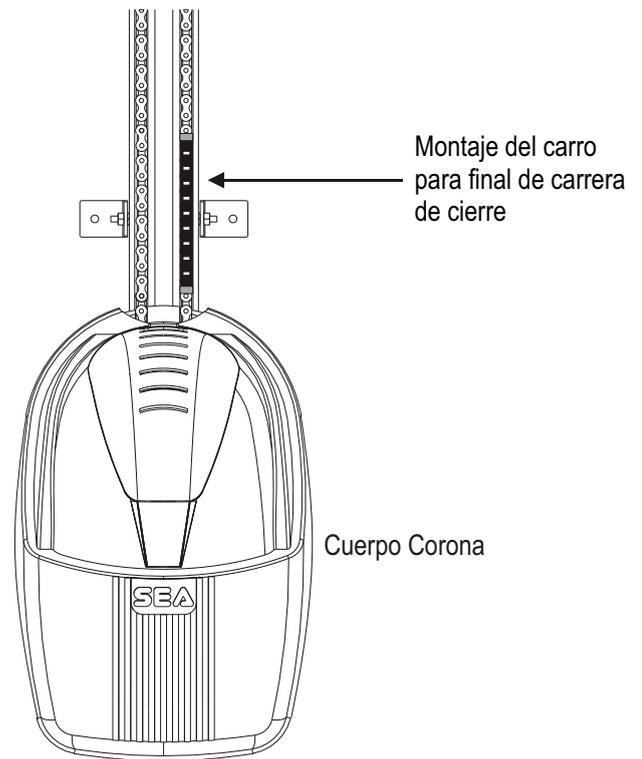

Fig. 21b
- Fije el carro de final de carrera (Fig. 20) lo más cerca posible del cuerpo del Corona, cerca de la rueda del interruptor, tal y como muestra la Fig. 21b